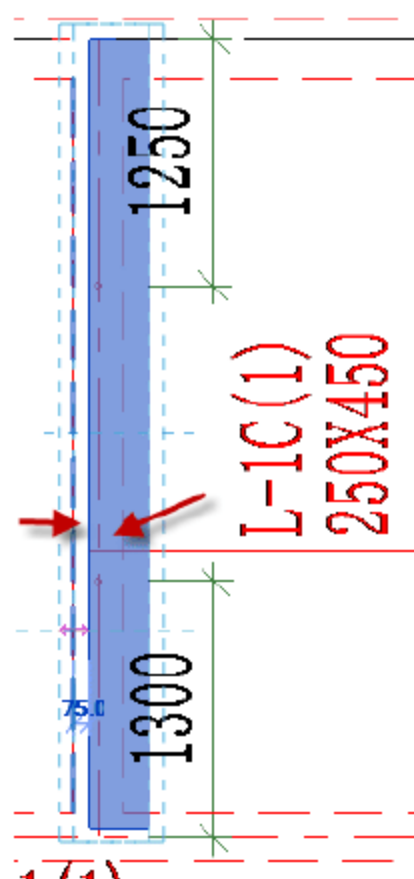

图 4.2.85 调整矩形梁的位置
(10) 调整矩形梁 L-1C 的位置，选中矩形梁 L-1C，按快捷键 M+V，移动矩形梁的位置，使其与梁线对齐，如图 4.2.85 所示。